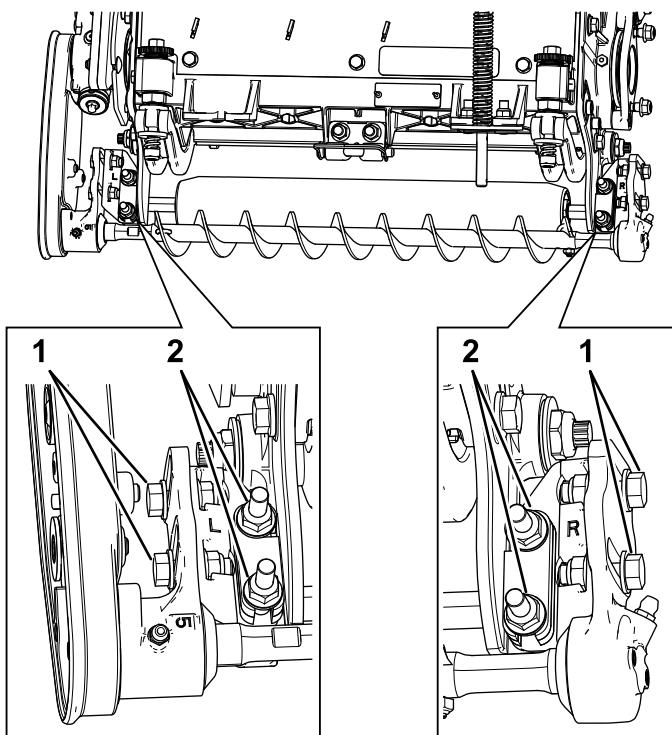

图 9
- A. 松开将滚筒刷安装支架固定到滚刀组侧板上的 2 个凸缘锁紧螺母 图 9。
- B. 旋转滚筒刷轴承座直到滚筒刷侧板与滚刀组侧板保持平行图 9。
- C. 拧紧将滚筒刷安装支架固定到滚刀组侧板上的 2 个凸缘锁紧螺母 图 9。
1. 松开将每个滚筒刷轴承座固定到滚筒刷安装支架上的 2 个螺栓 图 9。